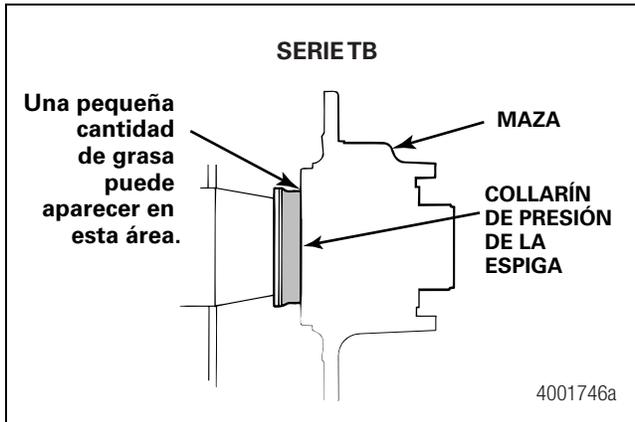

Figura 2.8
2. En la Serie TB, cuando se instala la maza, puede aparecer una pequeña cantidad de grasa en la unión del collarín de presión de la espiga y la maza. Esto es normal y no indica que haya una fuga del sello. Figura 2.8.